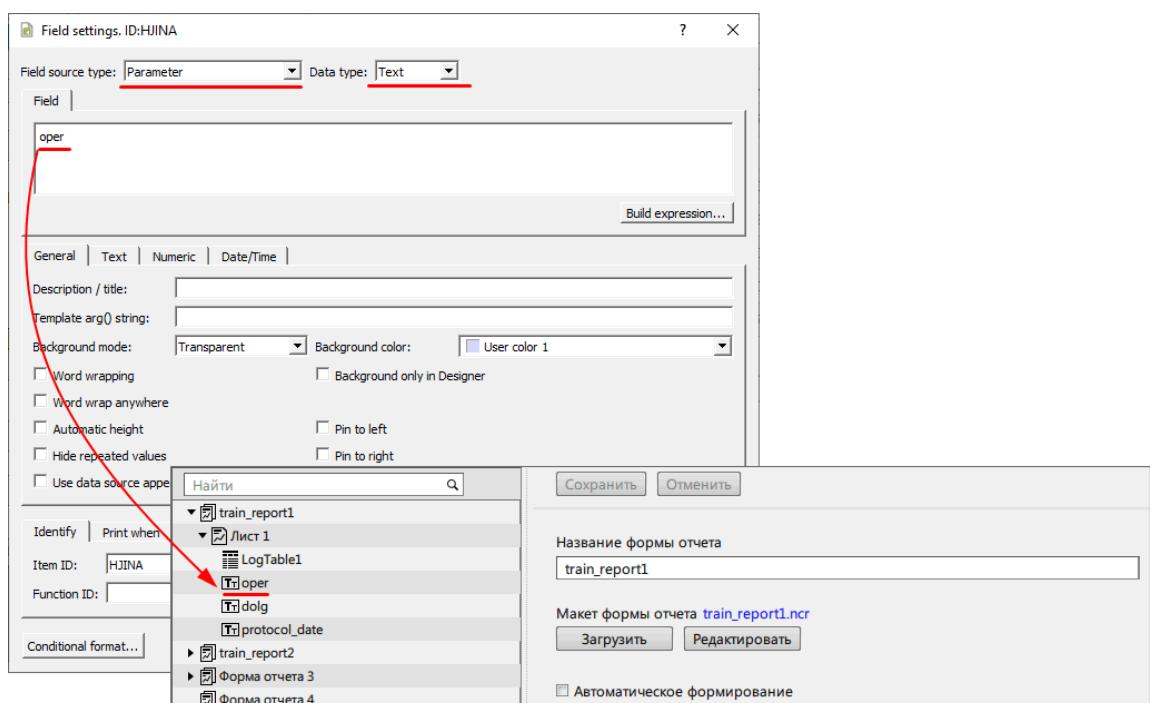

Рисунок 156 - Настройка текстовых данных
3. Впишите наименование текстового блока данных, как в настройках отчетов Redkit Configurator (Рисунок 156).